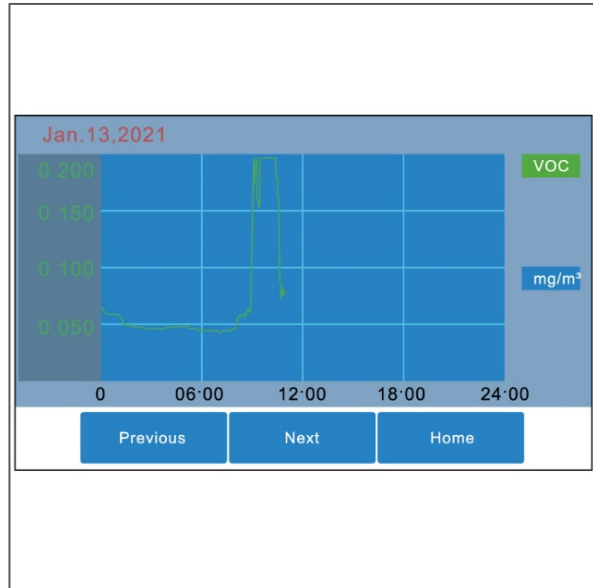

Figura 11
2. Se abre la pantalla general de VOC (Figura 11).